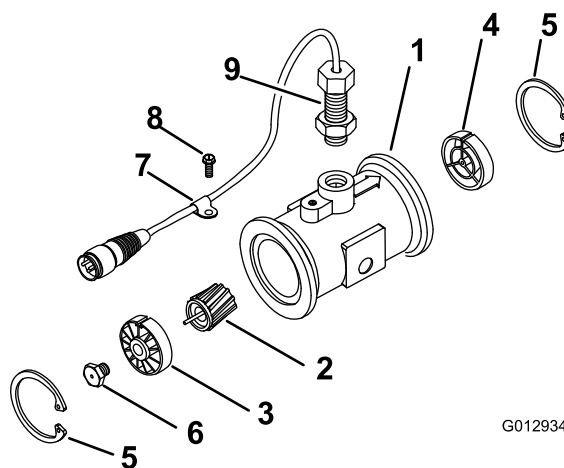

Figura 65
- Rimuovete l'anello di ritenuta sul lato a monte (Figura 65).